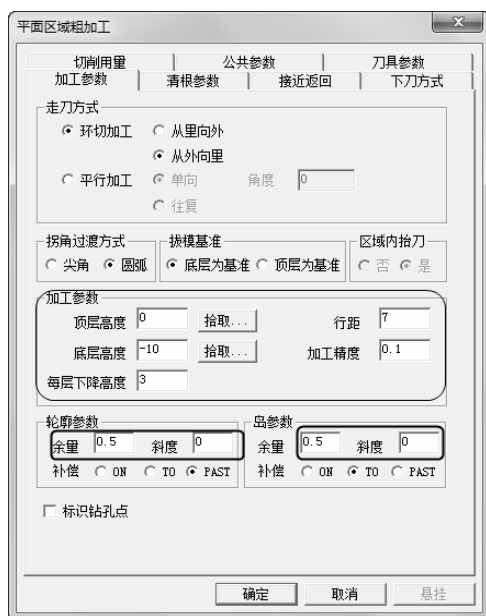

图 2-17 “加工参数”选项卡
1) 单击“加工参数”选项卡，设置“走刀方式”为“环切加工”、“从外向里”，“拐角过渡方式”为“圆弧”，“拔模基准”为“底层为基准”。具体“加工参数”、“轮廓参数”、“岛参数”参数数值如图 2-17 所示。